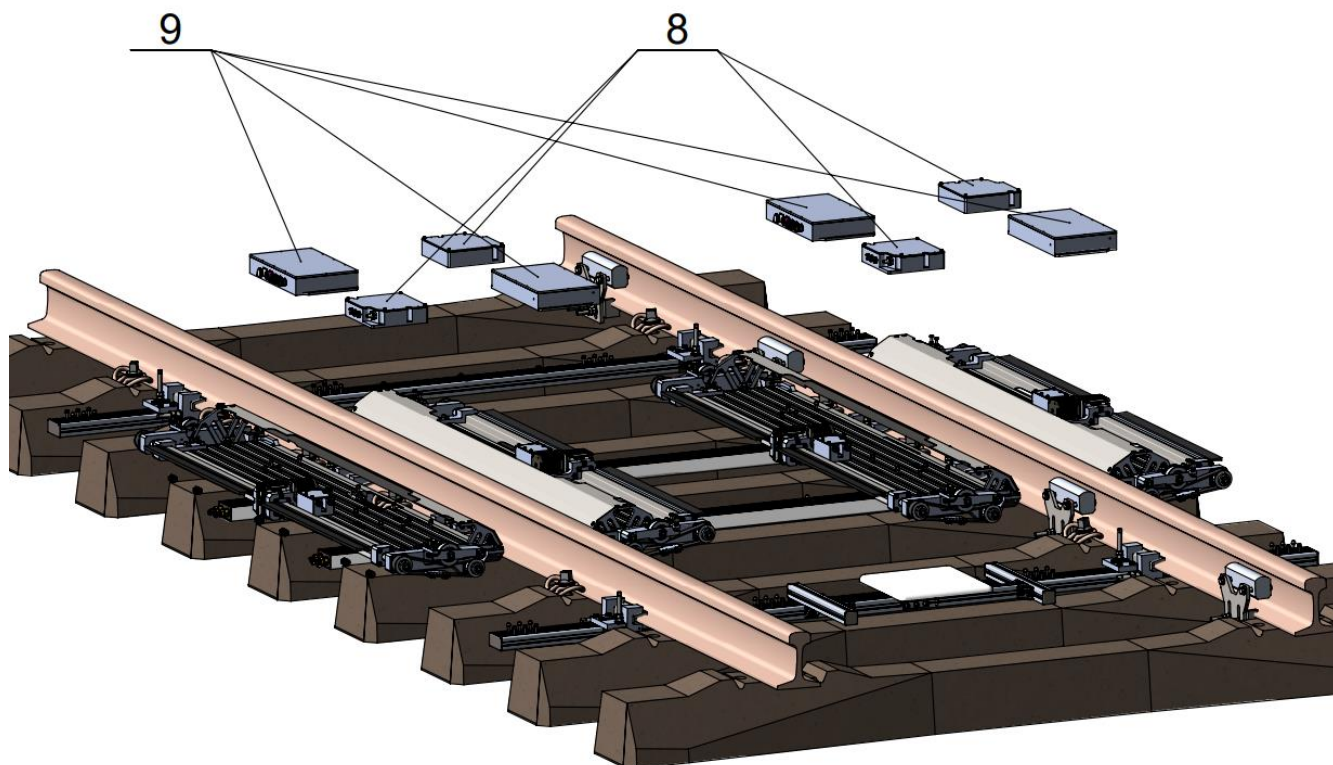

Figura 47 - Apoio às Instruções de montagem do Sistema – Passo 4
6. Instale as tampas de proteção pos.12 nas vigas entre trilhos pos.5 e fixe-as às vigas com os fixadores (parafuso DIN 912 M6 pos.13, usando uma chave sextavada de 5 mm). Ver figura 47 e, para visualização mais detalhada, desenhos DE-9.86.0X.33_710-001-1.